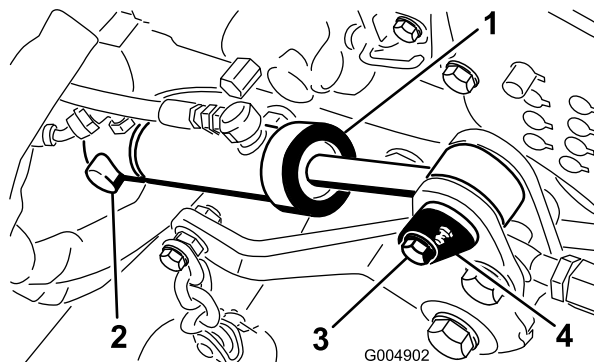

Figura 92
36. Instale el extremo trasero del cilindro de elevación de la plataforma sobre el pasador de giro y sujételo con el anillo de retención (Figura 92).
37. Sujete el extremo delantero del cilindro de elevación al bastidor del cortacéspedes con el pasador cilíndrico y el tornillo (Figura 92).